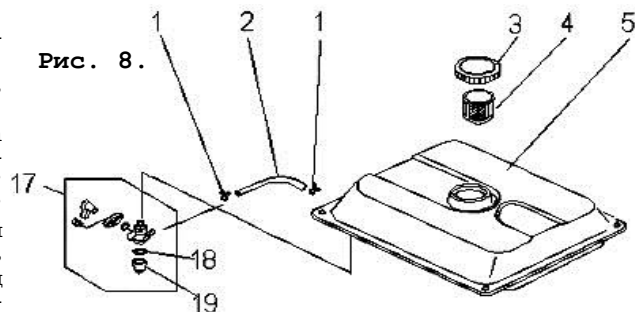

Рис. 8.
9.5.2. Снять крышку бензобака поз. 4 (рис. 8) и колпачок крана подачи бензина поз. 19 (рис. 8), стараясь не повредить уплотнения. Слить остатки топлива во вспомогательную емкость.
9.5.3. Удалить загрязнения с фильтров поз. 18 и поз. 4 (рис. 8) промыванием в легком растворителе (типа №646) и продувкой. Высушить фильтры и установить их на место.
9.5.5. **Внимание!** После заправки убедиться в отсутствии утечек топлива из системы питания. Не запускать двигатель с демонтированными топливными фильтрами. Особое внимание обратить на топливный шланг поз. 2 (рис. 8). При обнаружении запаха газа при активации газовой системы питания немедленно прекратить эксплуатацию генератора с применением этой системы, закрыть вентиль газового баллона и обратиться в сервисный центр, эксплуатируя генератор на бензине до устранения причин утечки газа.
9.7.2. Удалить или полностью выработать имеющуюся в баке топливную смесь. Слив производить, сняв колпачок поз. 19 (рис. 8) крана подачи топлива.